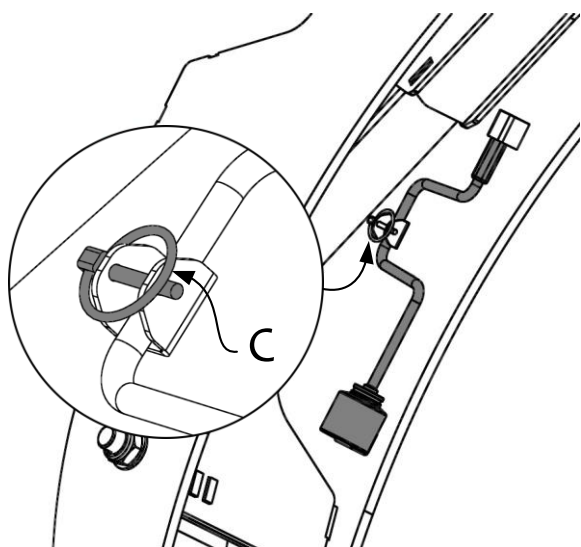
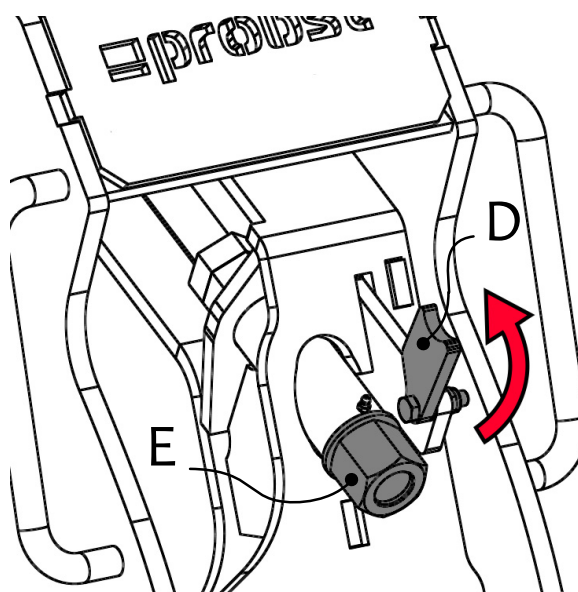

Fig. 2
Fig. 3
2. Retirez la goupille d'arrêt (voir l'illustration détaillée à la Fig. 2) de la manivelle de réglage (C). Retirez la manivelle de réglage (C) de l'appareil (Fig. 2).
4. tourner la trappe de verrouillage (D) vers le haut sur la vis de réglage (E)
- 5 Ajuster la plage de serrage au matériau à saisir (tuyau en béton) à l'aide de la manivelle de réglage (C) et des vis de réglage (E) (Fig. 3).
6. tourner la trappe de fermeture (D) vers le bas sur la vis de réglage (E)